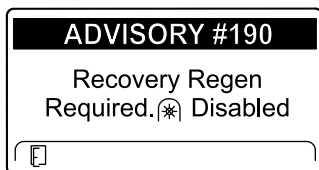

Figura 58
- É necessária uma regeneração de recuperação – tomada de força desativada AVISO N.º 190 (Figura 58)